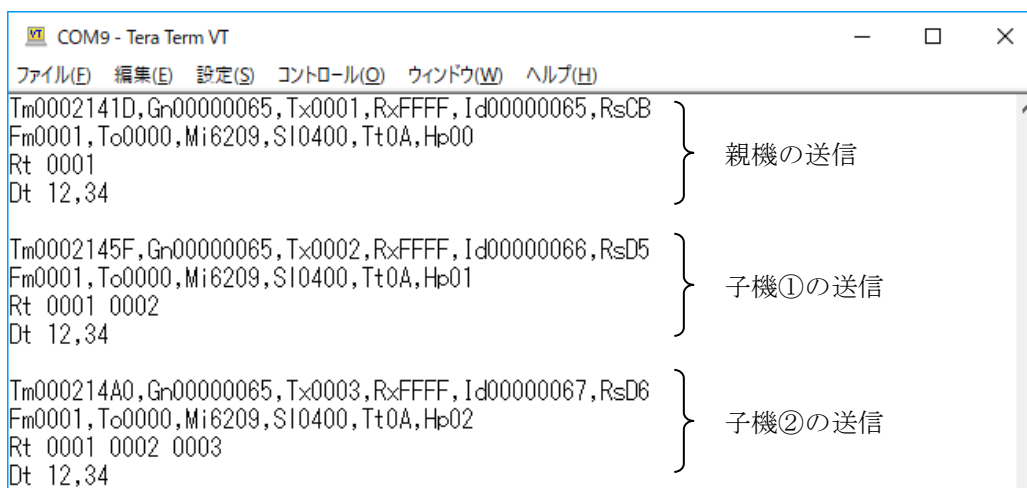

図 11 スニファモジュールの出力データ
- ✧ 図 11 で 3 つのパケットが観察できますが、これは最初に親機（0001）が送信したデータの子機①（0002）が再送信し、子機①の送信データの子機②（0003）が再送信していることを示します。
- ✧ 親機の送信データの子機②が直接再送信してしまっている場合（スニファの Rt 部分が 0001 0003 となっている場合）、子機②が親機に近すぎる事が考えられます。子機②を少し離して再度お試しください。